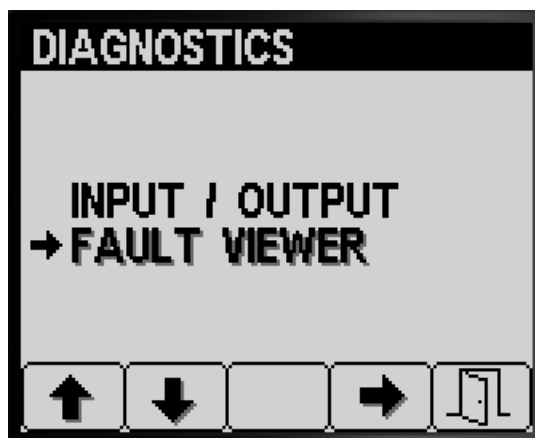

Figura 86
1. Prima o botão 1 ou 2 no ecrã Diagnóstico até encontrar a opção VISUALIZADOR DE FALHAS (Figura 86).
2. Prima o botão 3 para seleccionar a entrada VISUALIZADOR DE FALHAS (Figura 86).